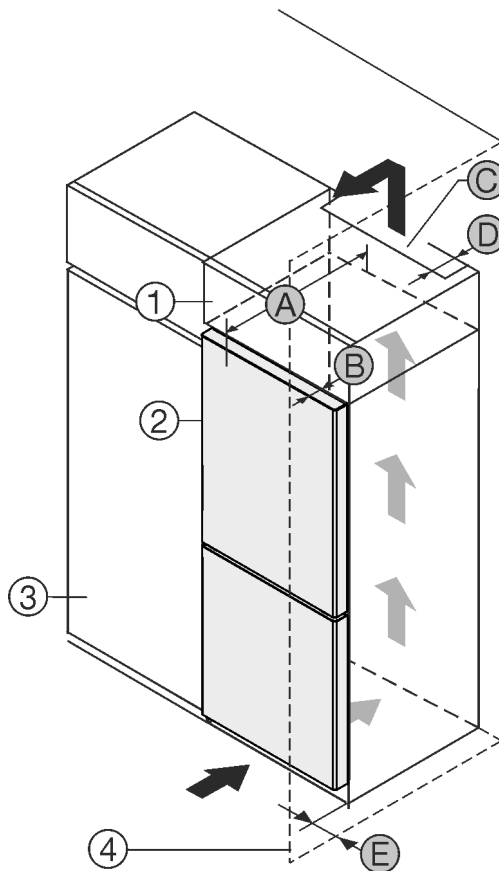

Fig. 1
Voit pystyttää laitteen suoraan jääkaapin *Fig. 1 (3)* viereen.*
Lisäkaapin takana on oltava lisäkaapin levyinen poistoilma-kuilu, jonka syvyys on *Fig. 1 (D)*.*
Katon alapuolelle on jäätävä ilmanvaihdon poikkipinta-alaa *Fig. 1 (C)* vastaava tila.*
Jos asennat laitteen oven saranapuolen seinän *Fig. 1 (4)* viereen, laitteen ja seinän väliin on jätettävä vähintään 13 mm väli.*
Jos asennat laitteen oven saranapuolen seinän *Fig. 1 (4)* viereen, laitteen ja seinän väliin on jätettävä vähintään 20 mm väli.*
Jotta voit avata ovet kokonaan, laitteen on oltava oven syvyyden *Fig. 1 (B)* verran ulospäin keittiökaappien etureunasta. Keittiökaappien *Fig. 1 (3)* syvyyden ja välikkeiden käytön mukaisesti laite voi olla ulompana.*